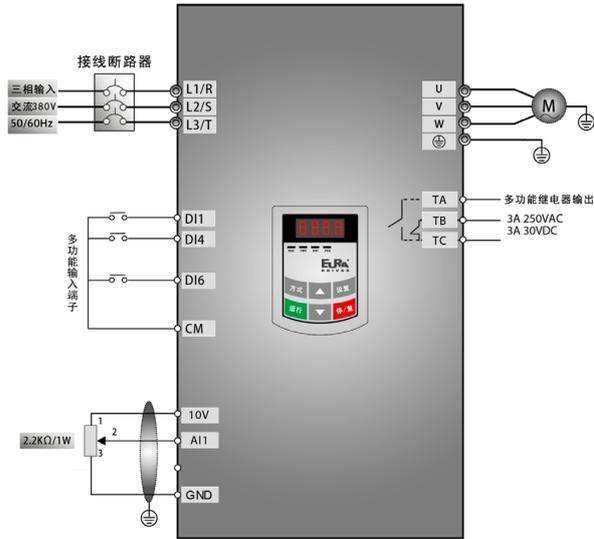

图 5-8 接线图 3
(1) 按图 5-8 配线，检查接线正确后，合上空气开关，变频器上电。注意：外部模拟信号设定电位器可选择 2K~5K 电位器。对于精度要求高的场合请选用精密多圈电位器，接线使用屏蔽线，屏蔽层近端可靠接地。